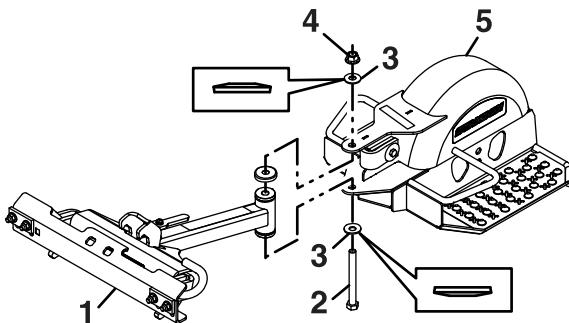

Figura 4
2. Alinee el bastidor del patín con el conjunto de la barra de tracción. Vuelva a instalar el tornillo de cabeza hexagonal de $\frac{1}{2}$ "-13 x 5", las arandelas elásticas y la tuerca nyloc con arandela prensada de $\frac{1}{2}$ " retirados en el paso 1, según se muestra en Figura 4. Apriete la tuerca a 122 N·m (90 pies-libra).